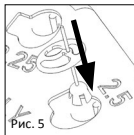

Рис. 5
■ **fig. 5** A prótese TTP® VARIAC é introduzida no orifício que corresponde ao comprimento anteriormente determinado (ver em baixo: Utilização do disco medidor) no disco medidor. Os entalhes existentes na campânula da prótese devem ser orientados de forma que a campânula deslize ao longo das guias para baixo. Este procedimento deve realizar-se mediante a pinça de titânio disponível como acessório opcional (REF 8000 136).
■ **Рис.5** Протез ТТР® VARIAC вставляется в специальное углубление в регулировочном диске, в соответствии с предварительно рассчитанной длиной (см. ниже: Использование регулировочного диска). Пазы на куполе протеза выровнены таким образом, что купол скользит вниз вдоль соединительных штифтов. Данную процедуру следует выполнять с помощью титановых хирургических щипцов (КОД 8000 136), поставляемых отдельно.